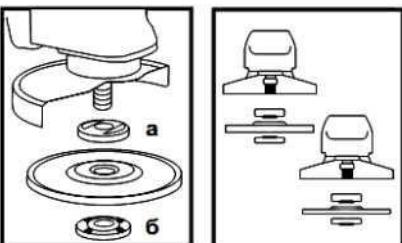

Рисунок 2
4.4 Встановіть на виріб шліфувальний або відрізний круг. Для цього натисніть на кнопку фіксації шпинделя (1) і поверніть його до такого положення, при якому він зафіксується. За допомогою виличного ключа з комплекту виробу відверніть і зніміть затисну гайку (б) (дивіться рисунок 2). Встановіть шліфувальний диск на посадкове місце фланцевої шайби (а) (рисунок 2), наживіть